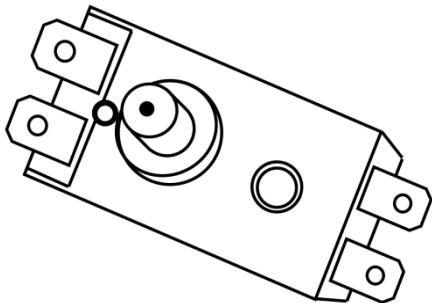

Рисунок 6**
- нажать до щелчка кнопку, расположенную по центру термовыключателя (рисунок 6), или на терmostate;